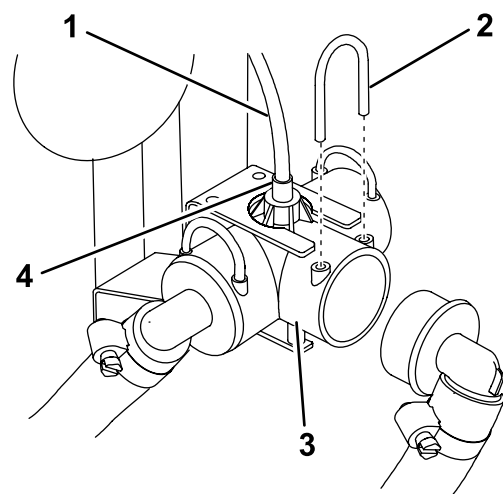

Figure 4
1. Retirez le dispositif de maintien pour débrancher le flexible de rampe du T d'alimentation (Figure 4).
2. Sur un pulvérisateur Multi-Pro 1200, débranchez le petit tube rouge de manomètre du raccord de tube vert sur le haut du raccord en T (Figure 4).